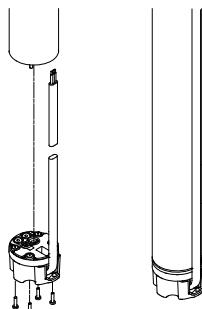

Abb. 8
Der Kabelstecker kann nicht falsch montiert werden, siehe Abb. 8.
5. Die vier Schrauben aufsetzen und fest anziehen (1 - 1,5 Nm), siehe Abb. 8.